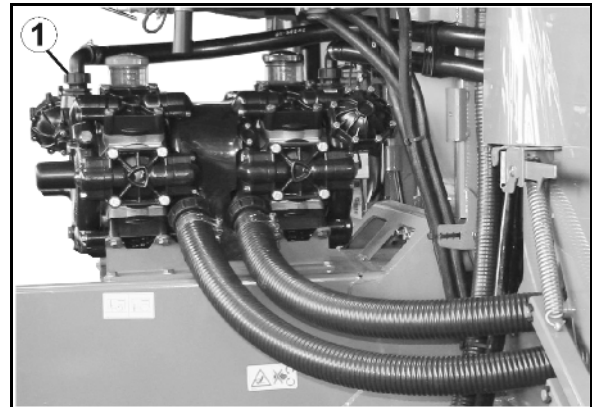

Fig. 157
1. Überwurfmutter (Fig. 157/1) lösen.